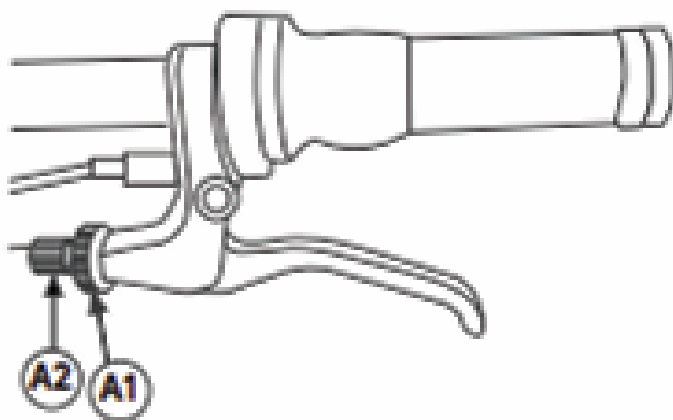

Fig 6
- Si le levier atteint le guidon ou si sa course est plus longue que souhaitée, vous pouvez tendre le câble en tournant la molette de réglage sur le levier (A2, Fig. 6) dans le sens antihoraire. Une fois le câble suffisamment tendu, verrouillez la position en tournant la partie A1 de la molette dans le sens horaire.